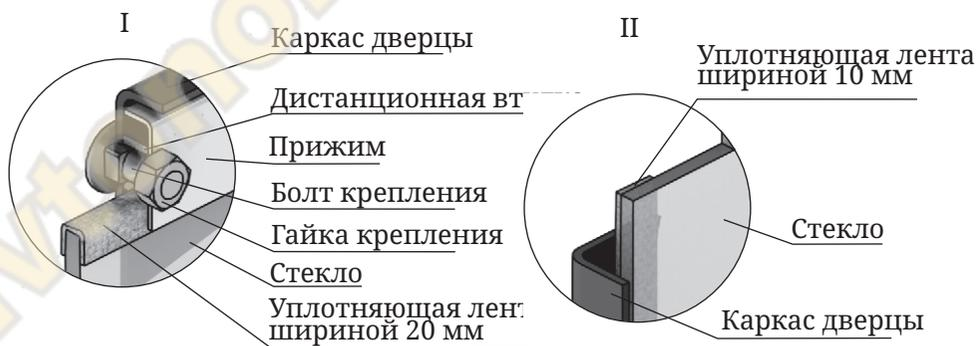

Рисунок 19. Крепление светорозрачного экрана дверцы модификации «Витра»
3. Возьмите новое стекло. Если на нем нет уплотняющих лент, наклейте их: лента шириной 20 мм наклеивается сверху и снизу стекла «П» - образно (рисунок 19. I), лента шириной 10 мм наклеивается вертикально, вдоль боковых сторон стекла (рисунок 19. II).
4. Вставьте стекло в упор, при этом лента, наклеенная с боковых сторон (вертикальная) должна быть зажата между стеклом и каркасом дверцы (рисунок 19. II).
*Внимание! Гайки, крепящие прижим накручиваются на болты крепления через дистанционные втулки (рисунок 19. I).*